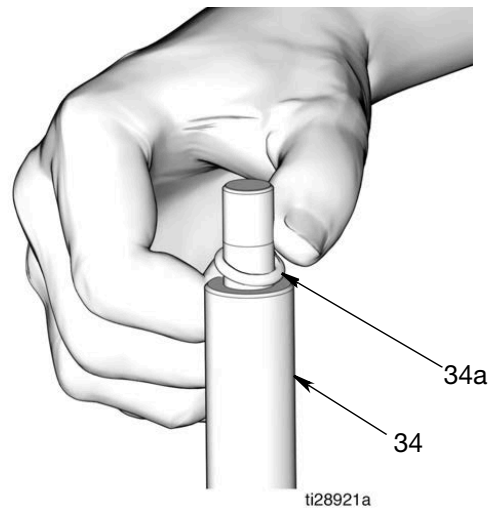

FIG. 30
5. Appliquer une fine couche de graisse sur le joint torique (34a). Poser le joint torique sur les rainures de la tige de piston (34) (Fig. 30).